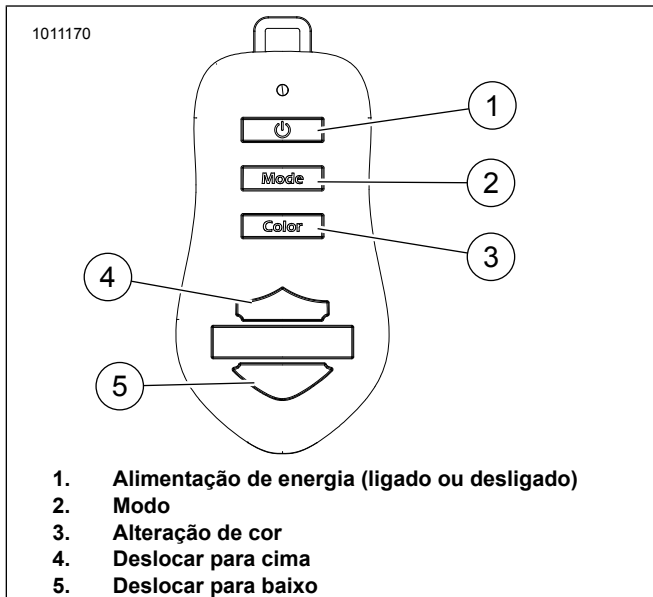

Figura 3. Comando remoto
2. Ver a Figura 3. Pressione o botão Liga/Desliga (1) no comando remoto.
1. Ver a Figura 3. Pressione o botão modo (2) para alternar entre os três modos.
b. Prima o botão de navegação para cima (4) para aumentar a velocidade gradualmente. Manter premido para aumentar rapidamente a velocidade.
c. Prima o botão de navegação para baixo (5) para aumentar a velocidade gradualmente. Manter premido para diminuir rapidamente a velocidade.
1. Ver a Figura 3. Prima o botão de alteração de cor (3) para percorrer e mudar as zonas de cor.